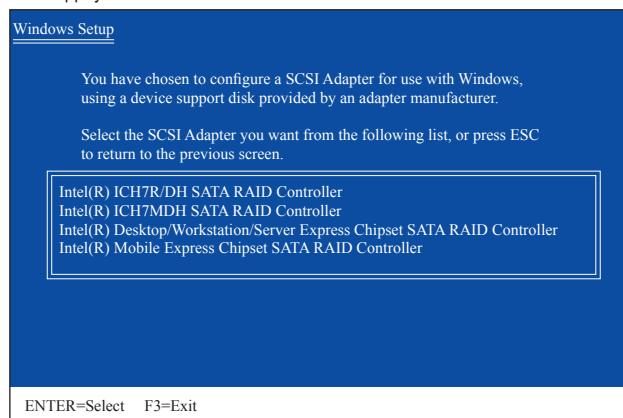

Figure 1
Insérez la disquette contenant le pilote SATA RAID/AHCI et appuyez sur <Enter>. Un menu de contrôleur, similaire à celui dans Figure 1 ci-dessous, apparaîtra. Sélectionnez **Intel(R) Desktop/Workstation/Server Express Chipset SATA RAID Controller** et appuyez sur <Entrer>. Pour le mode AHCI, utilisez la touche flèche haut du clavier pour aller sur l'élément **Intel(R) Desktop/Workstation/Server Express Chipset SATA AHCI Controller** et appuyez sur <Enter>.